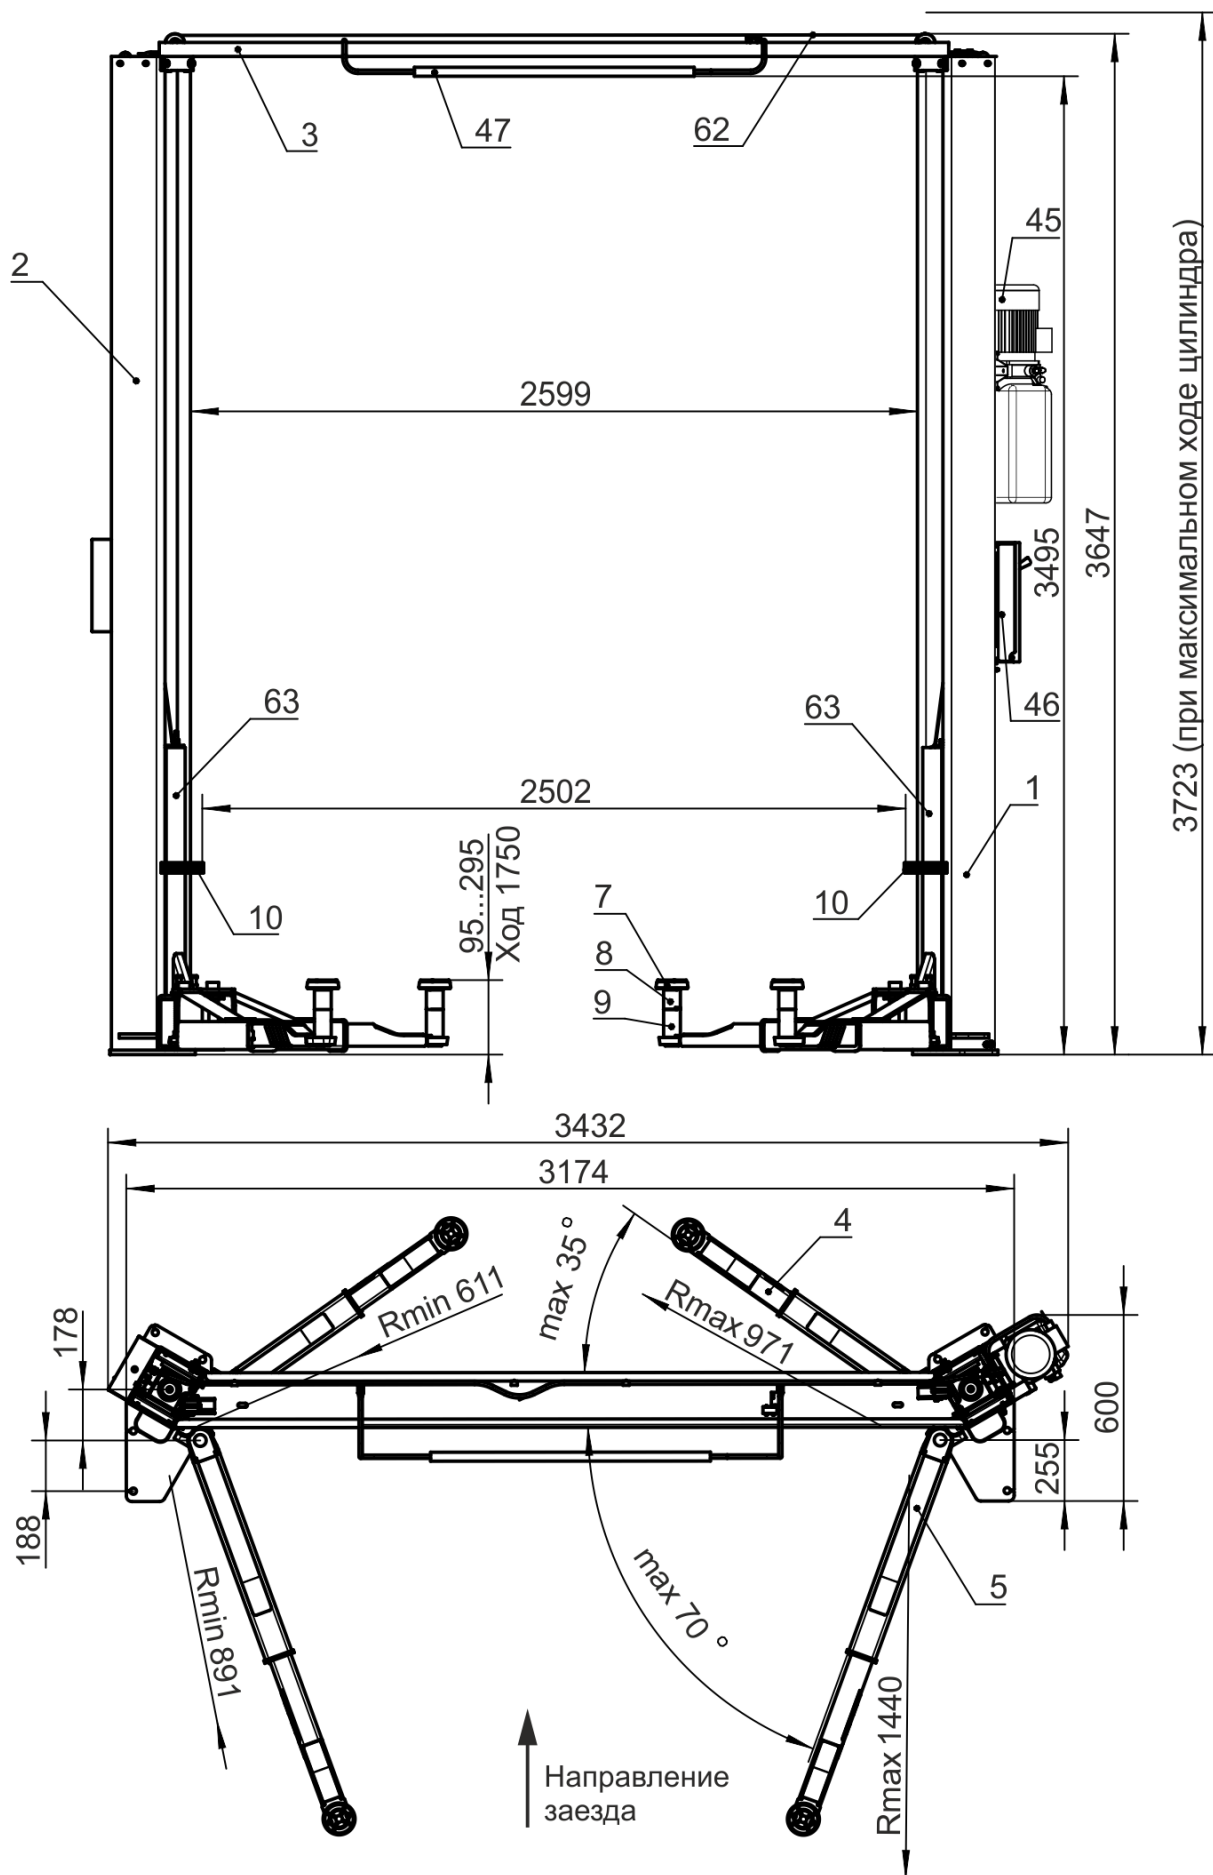
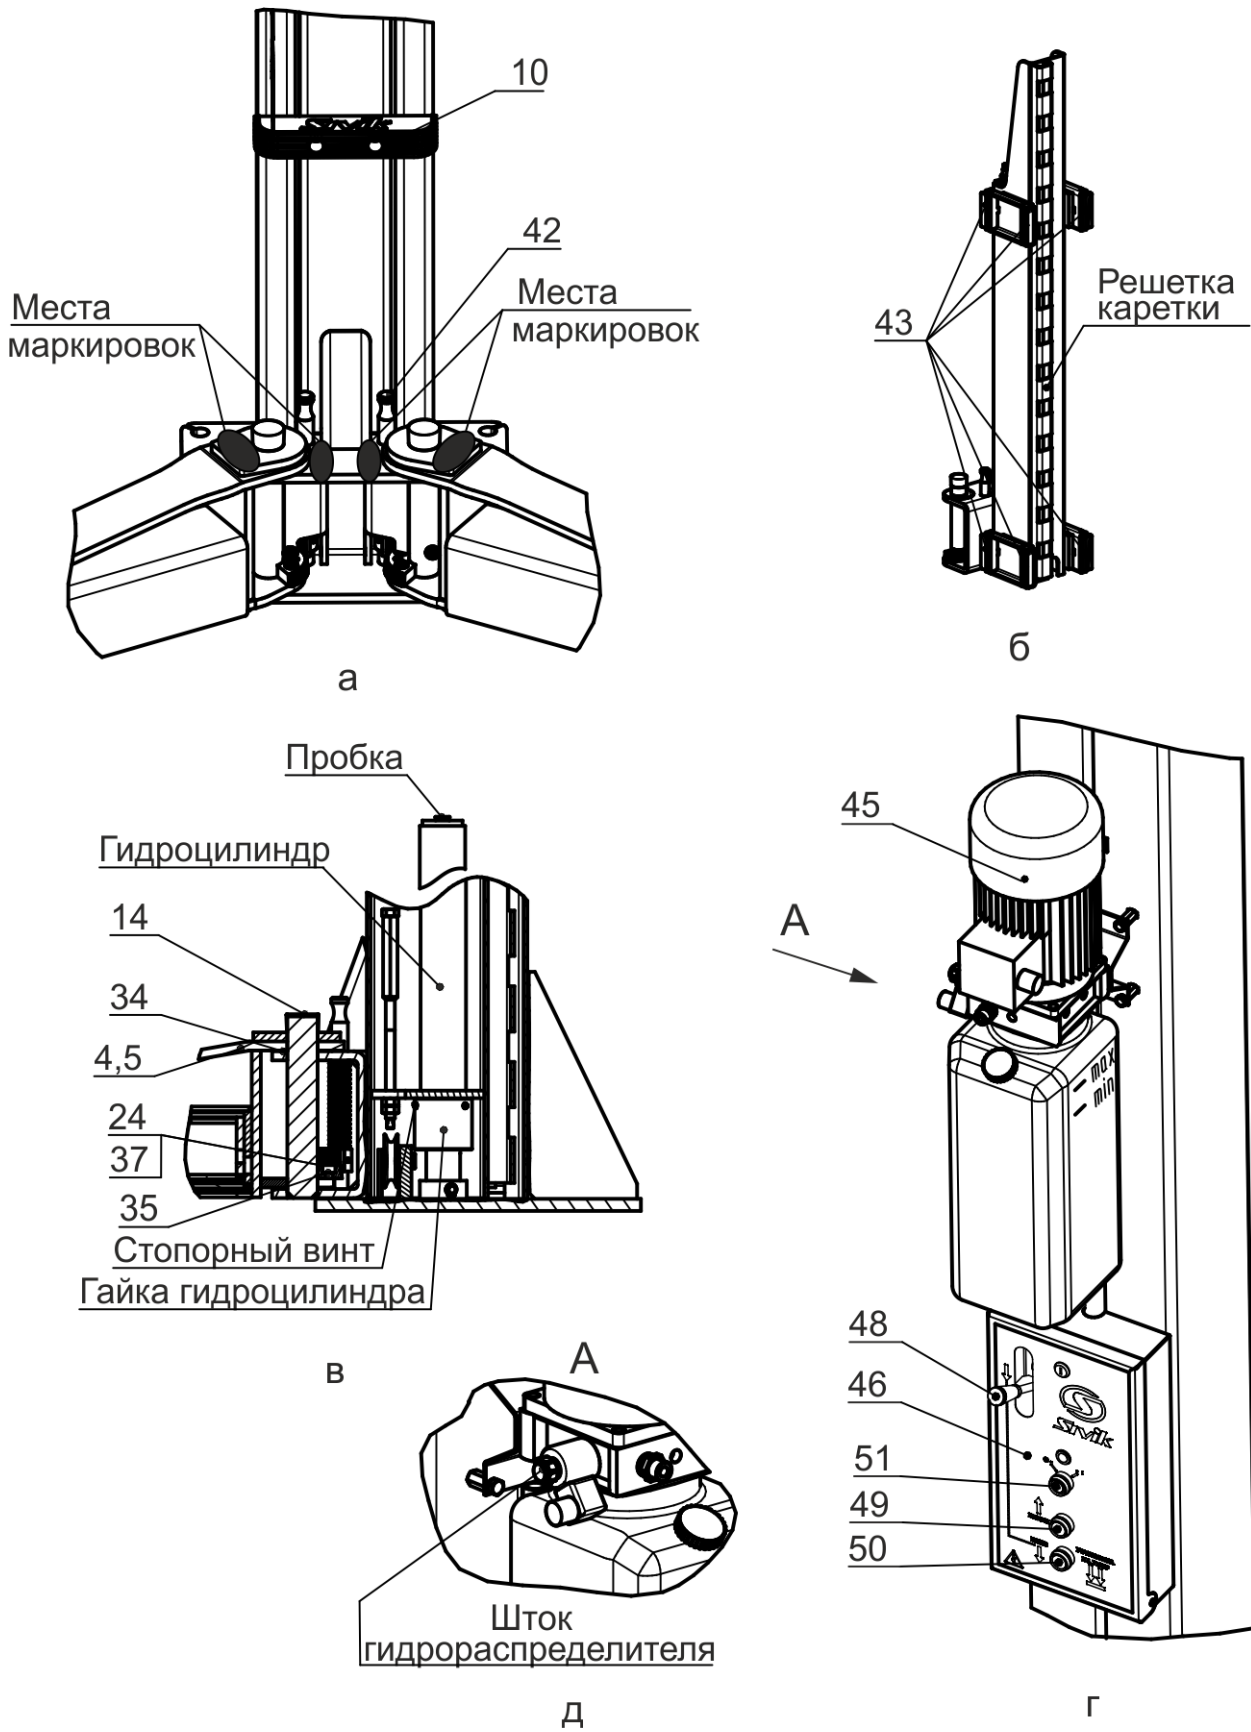

Рисунок 3.1 - Общий вид подъемника
Рисунок 4.1 – Виды подъемника
Подъемник (рисунок 3.1) состоит из двух стоек коробчатого сечения - правой 1 и левой 2, соединенных между собой перекладиной 3. В стойках размещены каретки 63 с закрепленными на них поворотными телескопическими подхватами 4 и 5 разной длины. На концах подхватов 4, 5 установлены опоры 7, подставки опоры 8, 9. Подхваты фиксируются стопорными устройствами 42 (рисунок 4.1 а), автоматически срабатывающими при подъеме автомобиля. При опускании кареток 63 в крайнее нижнее положение происходит автоматическое расстопорение подхватов 4 и 5. Каретки 63 приводятся в движение гидравлическими цилиндрами, установленными внутри стоек. Подъемник снабжен системой 62 тросовой синхронизации движения кареток 63.
Каждая каретка 63 (рисунок 4.1 б) снабжена полиамидными ползунами 43, скользящими по беговым дорожкам стоек 1 и 2. Каретки фиксируются на требуемой высоте стопорами-защелками 44 (рисунок 3.1), закрепленными на стойках 1,2 и входящими в зацепление с решетками на каретках 63.
На правой стойке (рисунок 4.1 г) размещена насосная станция 45 с пультом управления 46. Внутри насосной станции 45 находится клапан предохранительный, предотвращающий перегрузку в гидросистеме. Клапан предохранительный настроен на заданное давление и опломбирован.
- касании автомобилем ограничительной дуги 47 перекладины 3 (рисунок 3.1);
Для предотвращения повреждения дверей автомобиля (при открывании) на каретки 63 установлены накладки 10, фиксируемые винтами М8х30, шайбами 8Г и шайбами 8 (рисунок 3.1 и рисунок 4.1 а).
Управление подъемником осуществляется рычагом 48 (рисунок 4.1 г) и двумя кнопками 49 и 50, установленными в пульте управления 46. Рычагом 48 осуществляется расстопорения кареток 63, а кнопками 49 и 50, подъем (кнопка 49) и опускание (кнопка 50) кареток 63.
ВНИМАНИЕ! Перед сборкой проверить затяжку гаек гидроцилиндров и стопорных винтов (рисунок 4.1в).
Для того чтобы проверить срабатывание упругой тяги 55, необходимо одному человеку прижать рукой защелку 44 к стойке 2, а другому повернуть рычаг 48 (рисунок 4.1 г) на себя. Упругая тяга 55 должна вытянуться на полный ход штока ЭФ.
При повороте рычага 48 (рисунок 4.1 г) защелки на левой и правой стойки должны срабатывать одновременно. При отпуске рычага 48, защелки на левой и правой стойке должны вернуться в исходное положение. Регулировка проводится выборкой слабины тросика 52 и обжатием петли от вытягивания зажимом 13.
6.9 Открутить пробку бака насосной станции 45 и залить масло (около 12 л) до верхней метки «МАХ» (рисунок 4.1г). Уровень масла контролировать визуально. Установить пробку бака на место.
- кратковременным нажатием на кнопку 49 (двигатель должен работать, вращение крыльчатки по стрелке на кожухе эл. двигателя, а из бака должно убывать масло, рисунок 4.1г).
- отвернуть пробки у каждого гидроцилиндра на один оборот (рисунок 4.1в)